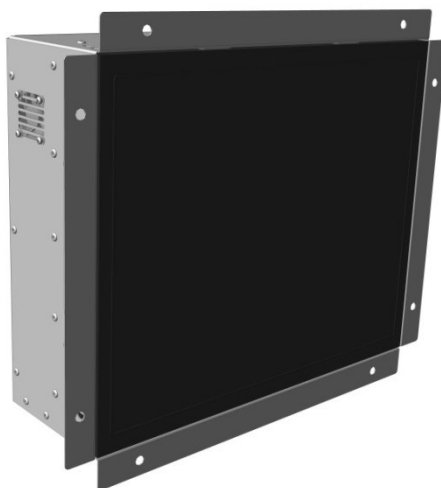

Рисунок 1
1.4.2 Конструктивно системы представляют из себя основной блок (рис. 1), в едином корпусе которого размещены дисплей, измерительный модуль, блок питания, компьютерная плата, вентилятор и жесткий диск, а также устанавливаемые на опорах и приводе станка первичные преобразователи, соединяемые с основным блоком сигнальными кабелями.